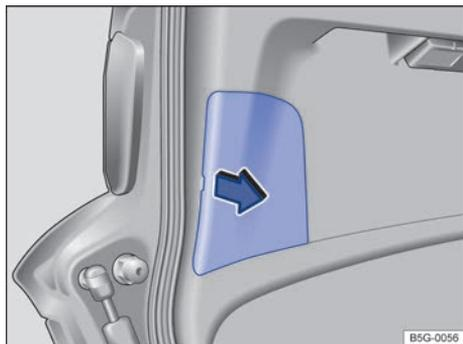

Fig. 196 En el portón del maletero: retirar la tapa.
- ① Tenga en cuenta la lista de comprobación y lleve a cabo las operaciones descritas en ella → pág. 236.
- ② Abra el portón del maletero → pág. 87.
- ③ Desmonte la tapa con cuidado en el sentido de la flecha, si fuera necesario haciendo palanca con la punta plana del destornillador de las herramientas de a bordo → fig. 196.